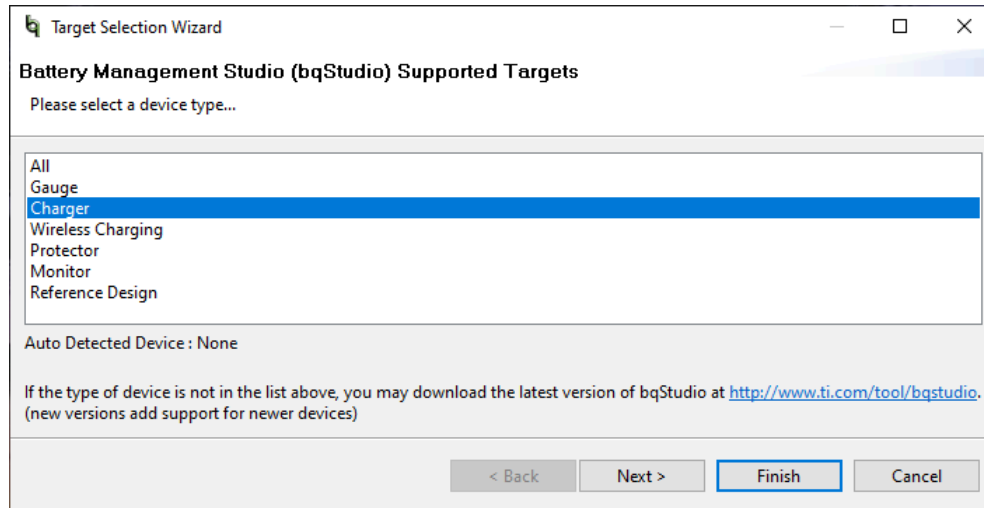

図 3-1. BQStudio のデバイス タイプ選択ウィンドウ
1. EV2400 または EV2500 通信ボックスが接続されているコンピュータで、Battery Management Studio (BQStudio) を起動します。図 3-1 に示すように、チャージャを選択します。